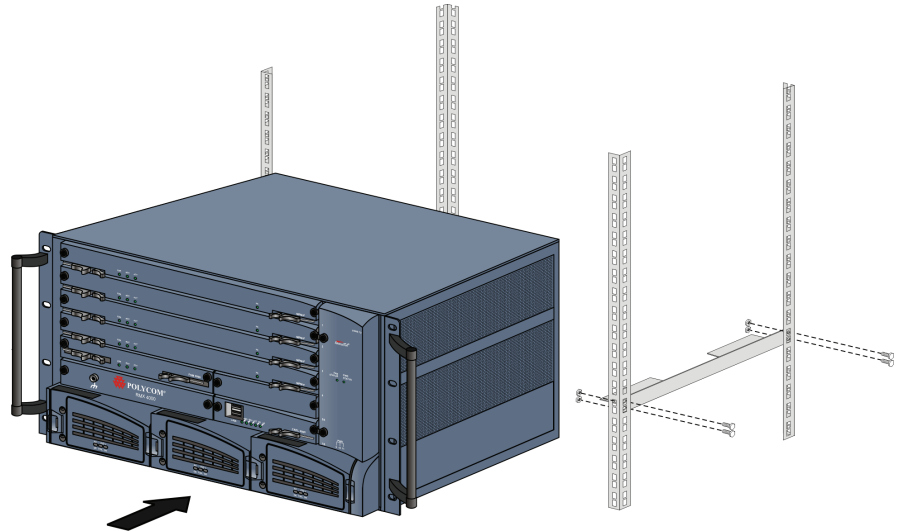

Abbildung 1-2 Installieren von Chassis-Laufleisten und RMX in einem Gestell
- 1 Wenn der RMX in einem Gestell montiert werden soll, müssen Laufleisten im Gestell installiert werden, wie in Abbildung 1-2 gezeigt. Zwei Chassis-Laufleiste sind im *Gestell-Installationszubehör* enthalten und werden nach innen gerichtet von der Außenseite des 19"/23"-Gestells angebracht.